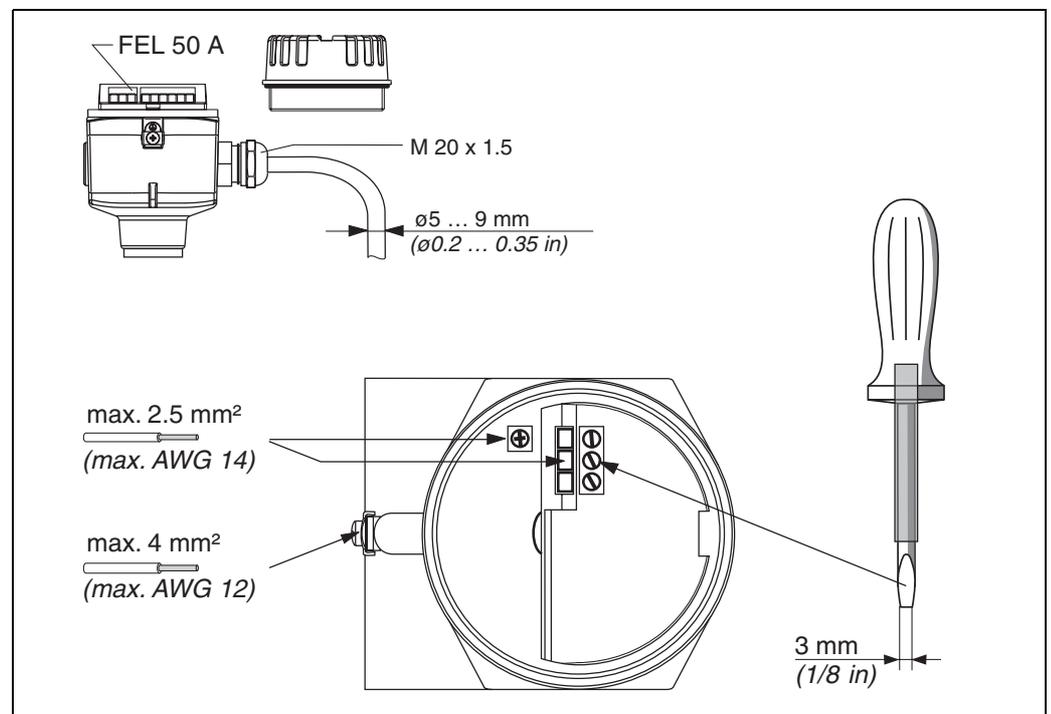
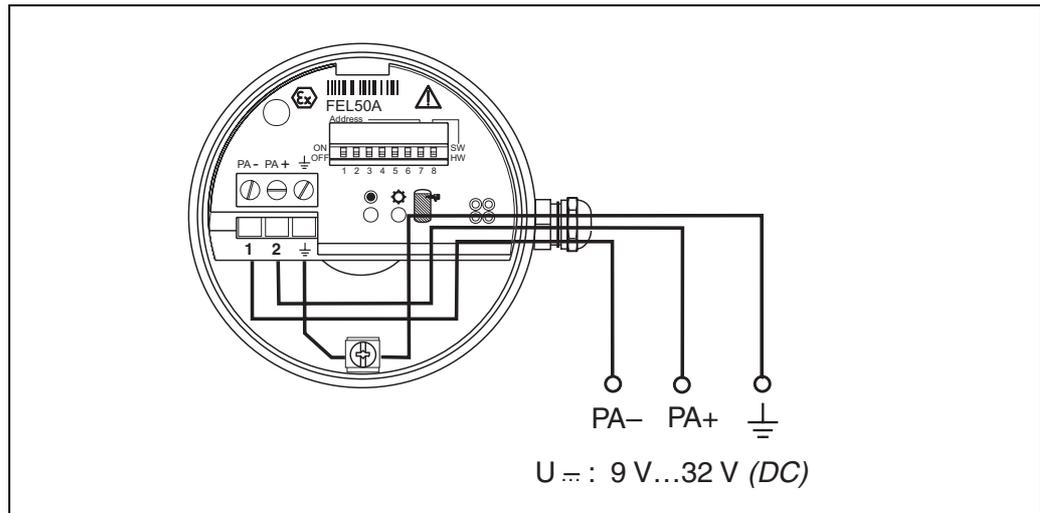

Abb. 5 Anschließen des Messumformers mit Kabelverschraubung
Abb. 6 Belegung der Schraubklemmen
3. Verdrahtung vornehmen: siehe Abb. 5 und Abb. 6